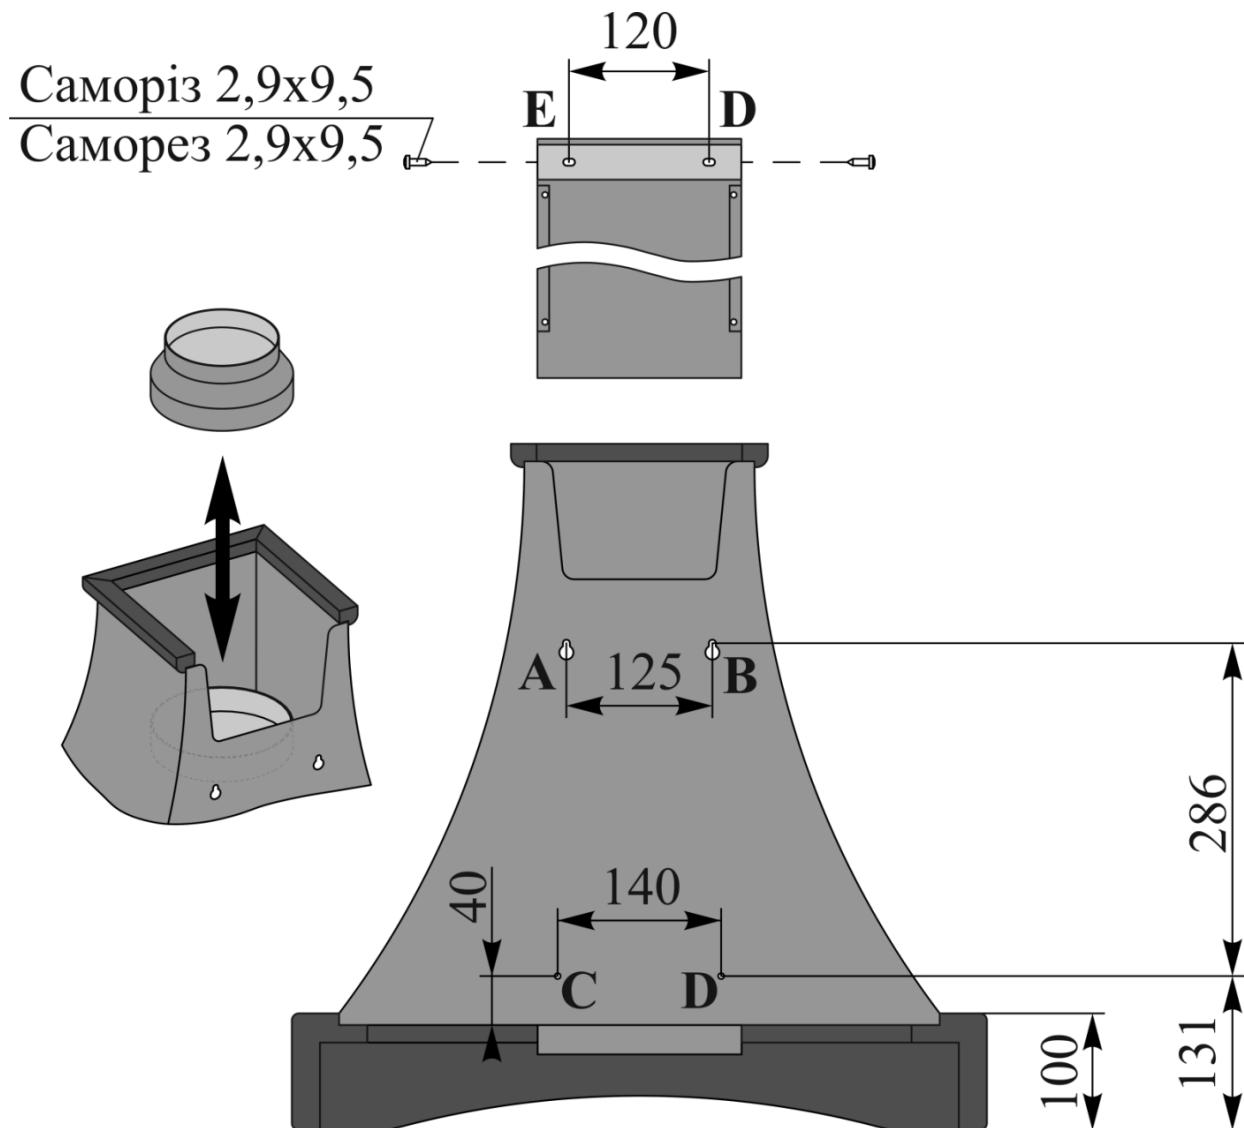

Рис.5
6.3 Проведите разметку крепежных отверстий корпуса на стене кухни. Для этого изготовьте бумажный шаблон с координатами 4-х отверстий на задней стенке корпуса (**точки А, В, С, D**); приложите шаблон к стене на необходимой установочной высоте, указанной ранее, и выровняйте по уровню (**рис.5**).
6.8 Вставьте кожух дымохода в нишу корпуса так, чтобы он закрывал воздуховод вентиляции, и разметьте по пазам планки кожуха **2 отверстия под крепления** (т. Е, F) (рис.5).
6.11 Установите кожух в нишу корпуса, совместите с планкой кожуха и соедините их с боков **2-ма шурупами (саморезами) ПКГ 2,9x9,5** (рис.5).